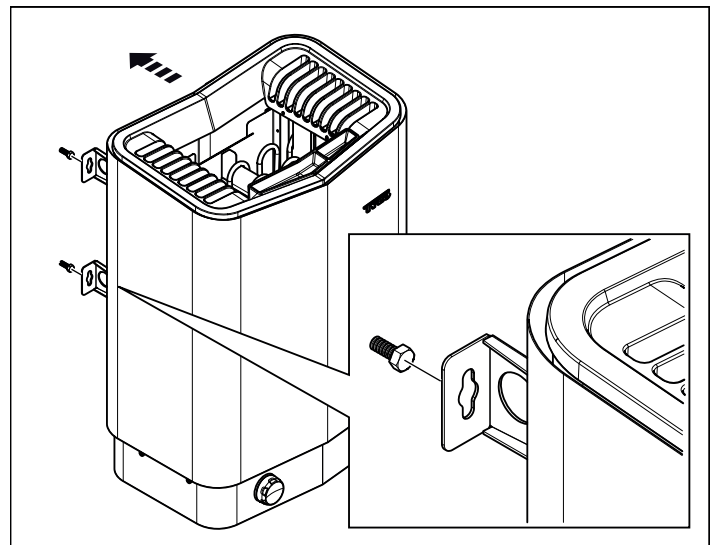

Fig 10: Häng upp aggregatet
8. Häng upp aggregatet på skruvarna se Fig 10.